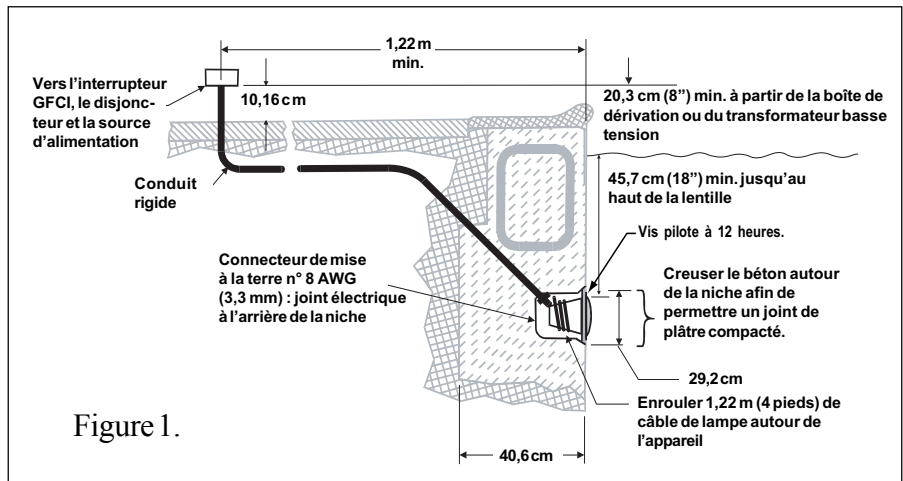

Figure 1.
A. Avant que l'appareil d'éclairage ne puisse être installé, l'électricien devra procéder aux préparatifs suivants (cf. figure 1 ci-dessous).
- b. La boîte de dérivation (ou, pour les modèles de 12 volts, le transformateur basse tension) est située à au moins 20,3 cm (8 pouces) au-dessus du niveau du sol et à au moins 1,22 m (48 pouces) du bord de la piscine (cf. figure 1 ci-dessous).
- d. La niche submersible doit être installée convenablement, de telle manière que le trou de la vis soit à 12 heures et que le rebord supérieur de la lentille du luminaire soit à une profondeur d'au moins 45,7 cm (18 pouces) au-dessous de la surface de l'eau dans la piscine (cf. figure 1 ci-dessous).
- e. La niche immergée comporte des joints électriques appropriés et est convenablement reliée à la terre au moyen du connecteur de terre n° 8 AWG (3,3 mm) situé à l'arrière de la niche (cf. figure 1).
1. Acheminer le cordon à travers le conduit jusqu'à la boîte de dérivation en laissant au moins 1,22 m (4 pieds) à enrouler autour de la lampe au niveau de l'appareil d'éclairage (cf. figure 1). Ce mètre vingt-deux permet de procéder au remplacement de la lampe une fois la piscine remplie d'eau.
- d. La niche immergée est correctement installée de manière à ce que le bord supérieur de la lentille de la lampe soit à au moins 45,7 cm (18 pouces) au-dessus de la surface de l'eau dans la piscine (cf. figure 1 ci-dessous).